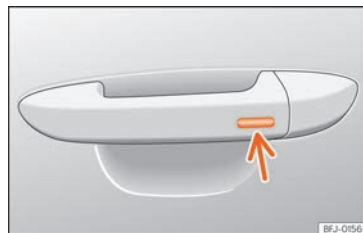

Abb. 97 Türgriff: Sensorfläche.
- Halten Sie einige Sekunden lang einen Finger über die Verriegelungssensorfläche »» **Abb. 97** (Pfeil) am Türgriff, damit das Dach geschlossen wird. Wenn Sie die Sensorfläche nicht mehr berühren, wird die Schließfunktion unterbrochen.